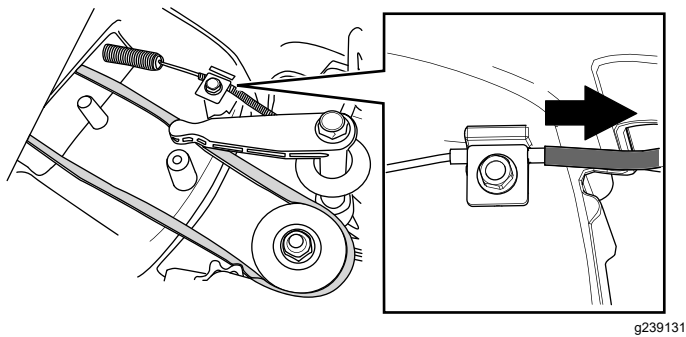

Bild 34
6. Ziehen Sie am Kabelmantel, um das Spiel zu entfernen (Bild 34).